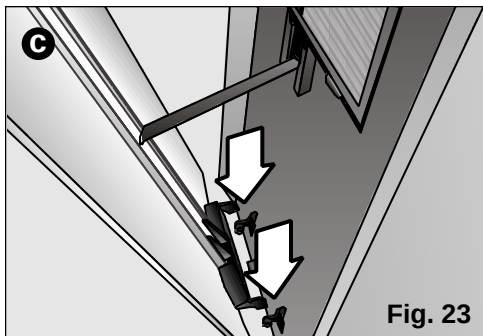

Fig. 23
- 1° Til de deur op totdat u hem losmaakt van de steunen aan de onderkant, (Fig. 23: a).
- 2° Plaats de plastic clip in de gleuf aan de voorkant van het apparaat (in de vorm van een T) en laat deze naar beneden glijden tot aan de veiligheidslimiet, (Fig. 23: b).
- 3° Plaats de veertjes die zich aan de onderkant van de deur bevinden in de daarvoor bestemde opening aan de voorkant van het apparaat, doe dat voorzichtig om te voorkomen dat de plastic clip die u al op zijn plaats gezet heeft weer los laat, (Fig. 23: c).